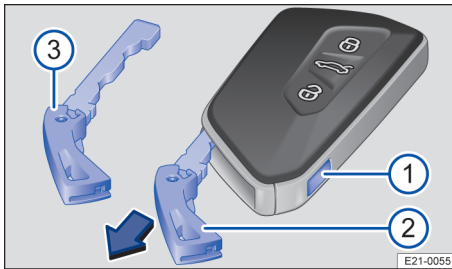

Fig. 51 Cheia cu telecomandă: deblocarea cheii de urgență.
În cheia cu telecomandă pentru Keyless Entry se află o cheie de urgență → fig. 51 ③ pentru descuierea și încuierea manuală a autovehiculului.